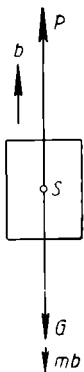

Bild 21
b) Anheben mit der Beschleunigung b . Fügt man die Massenträgheitskraft mb nach dem d'Alembertschen Prinzip (Aufg. 4) entgegengesetzt der Beschleunigungsrichtung, also nach unten, als Ergänzungskraft hinzu (Bild 21), so heißt die Gleichung der lotrechten Kräfte: